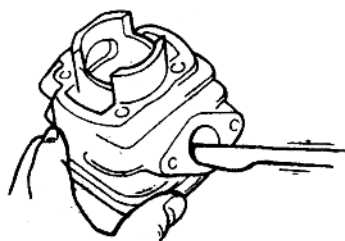

图1-6 清除气缸体排气口积炭
(5)气缸体排气口积炭的清除方法:如图1-6所示,用圆形金属刮刀或一字形螺丝刀将气缸体排气口积炭清除干净,清除时切勿损伤气缸壁表面,然后用汽油或煤油将气缸体清洗干净,并用干净抹布擦净。